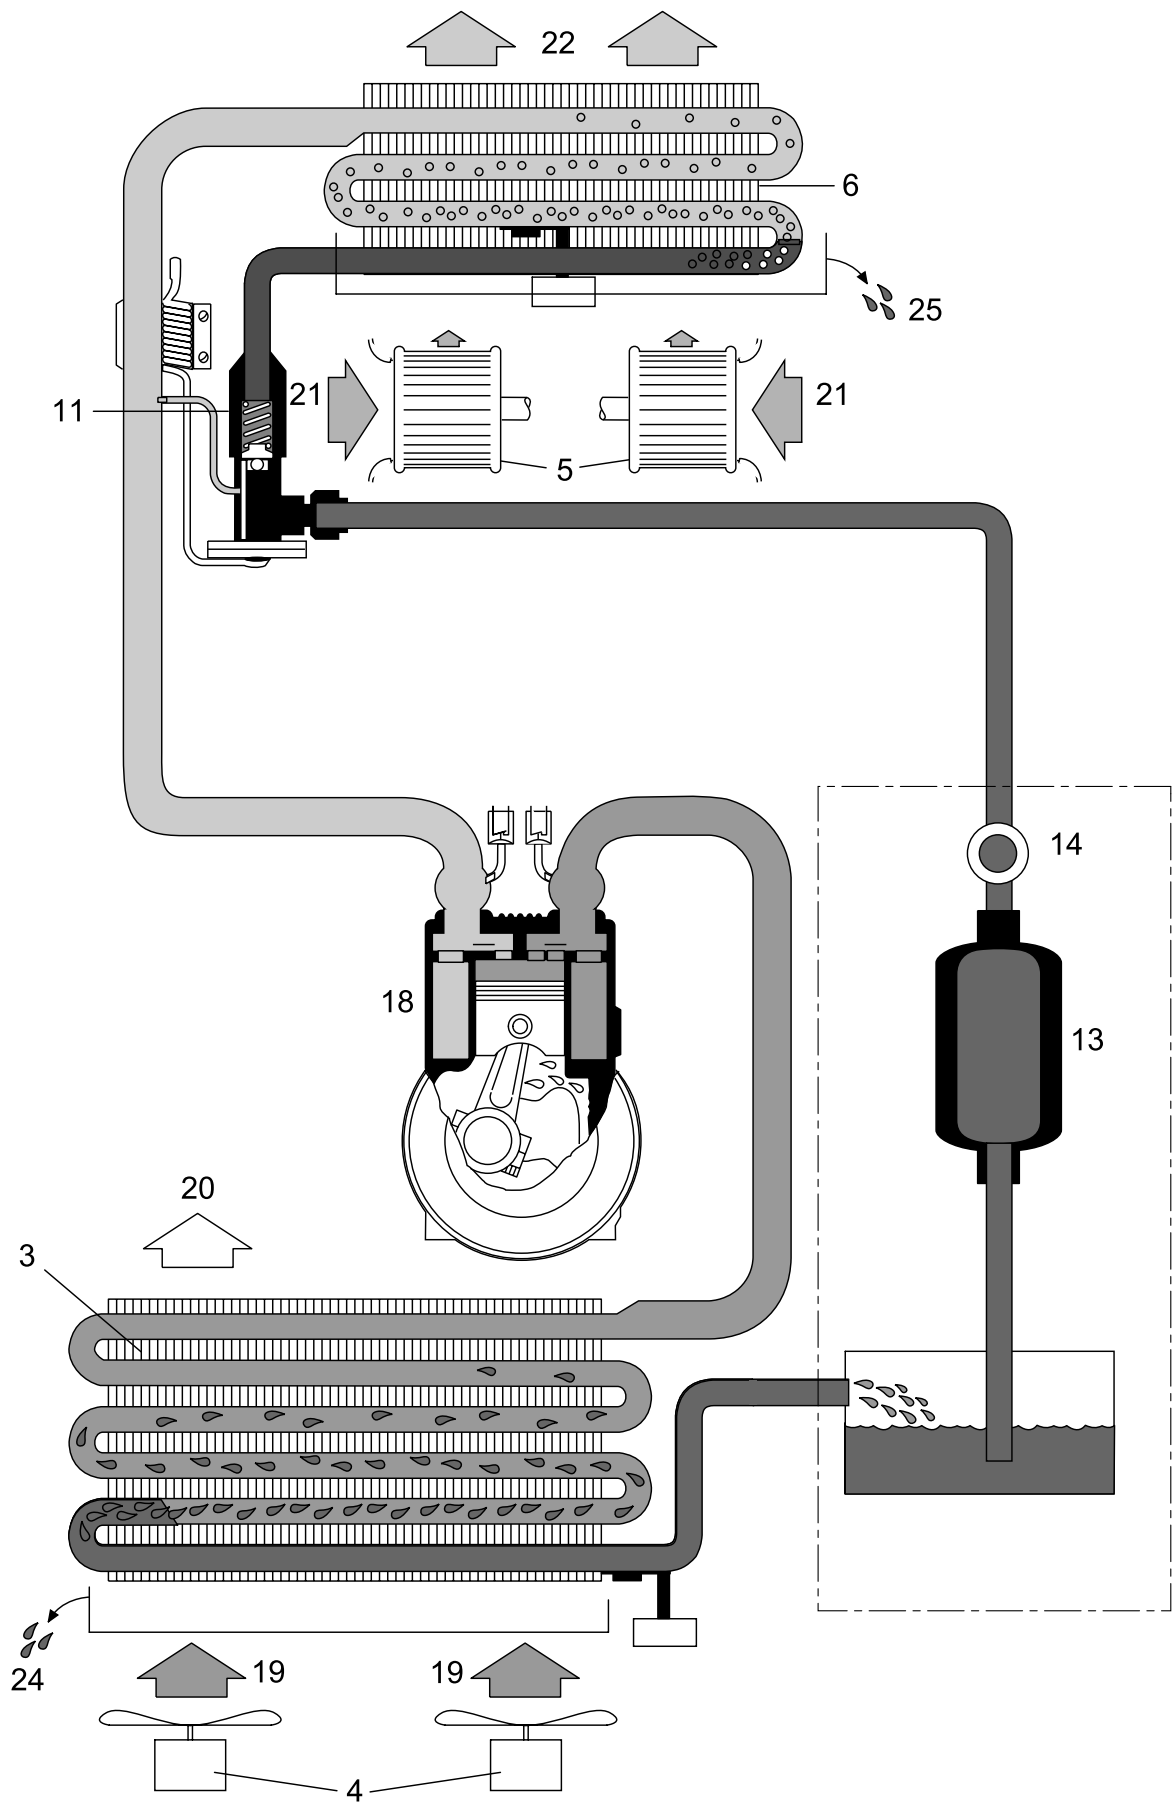

Рис. 2.4
Возникающее в процессе конденсации тепло конденсатор отдает протекающему через него наружному воздуху (19 и 20, рис. 2.4 и 2.5). При этом два осевых вентилятора (4) обеспечивают достаточную вентиляцию, даже когда автомобиль стоит на месте.